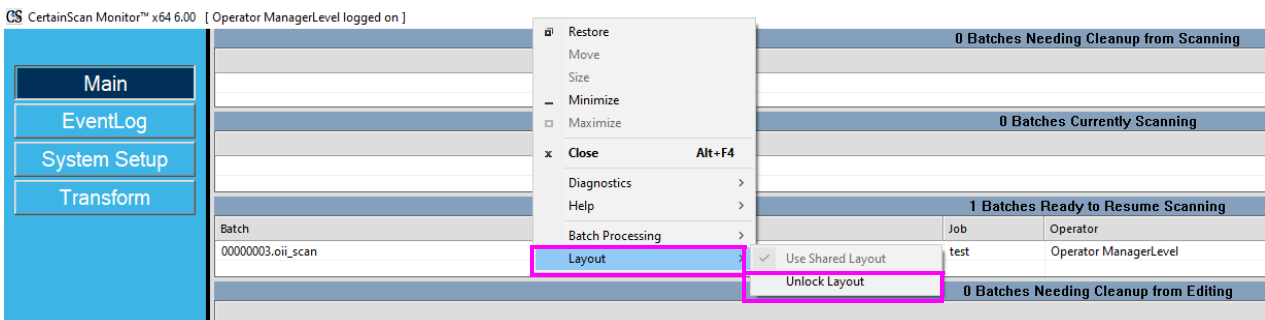

Abbildung 2-26: Layout entsperren
3. Klicken Sie auf **Layout** und wählen Sie **Layout entsperren** (Abbildung 2-26).